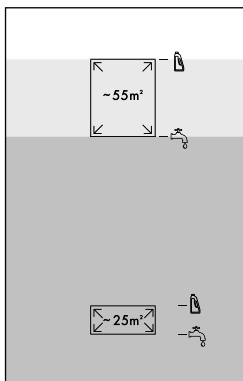

Fig. 9
- ♦ Para limpiar superficies grandes  (hasta 55 m²), llene con agua corriente o agua destilada hasta la tercera marca de llenado  el depósito de agua limpia 11 (consulte la fig. 9).
- ♦ Para limpiar superficies grandes  (hasta 55 m²), llene con un producto de limpieza hasta la cuarta marca de llenado  el depósito de agua limpia 11 (consulte la fig. 9).